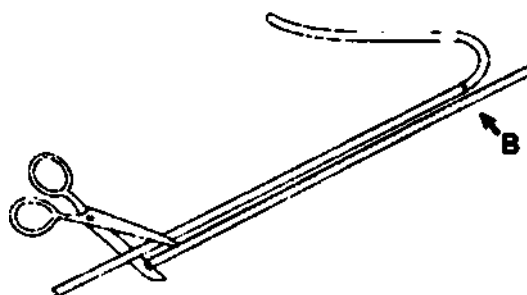

Рисунок 15
8. Поместите измерительный стержень рядом с верхним катетером с записанным значением длины В на измерительном стержне на уровне маркировочного кольца. Срежьте верхний катетер на уровне кончика измерительного стержня (Рисунок 15). Сделайте один, прямой, перпендикулярный разрез трубки при помощи шовных ножниц.